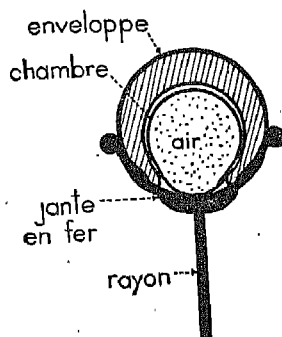

Fig. 3. — Jante et pneu de roue de bicyclette.
c) Les *rais* ou *rayons* sont des tringles d'acier rivées d'une part sur les plaques du moyeu, d'autre part sur la jante (fig. 3). Remarquez comment ils sont entre-croisés et forment, avec la jante et le moyeu, un ensemble très rigide.